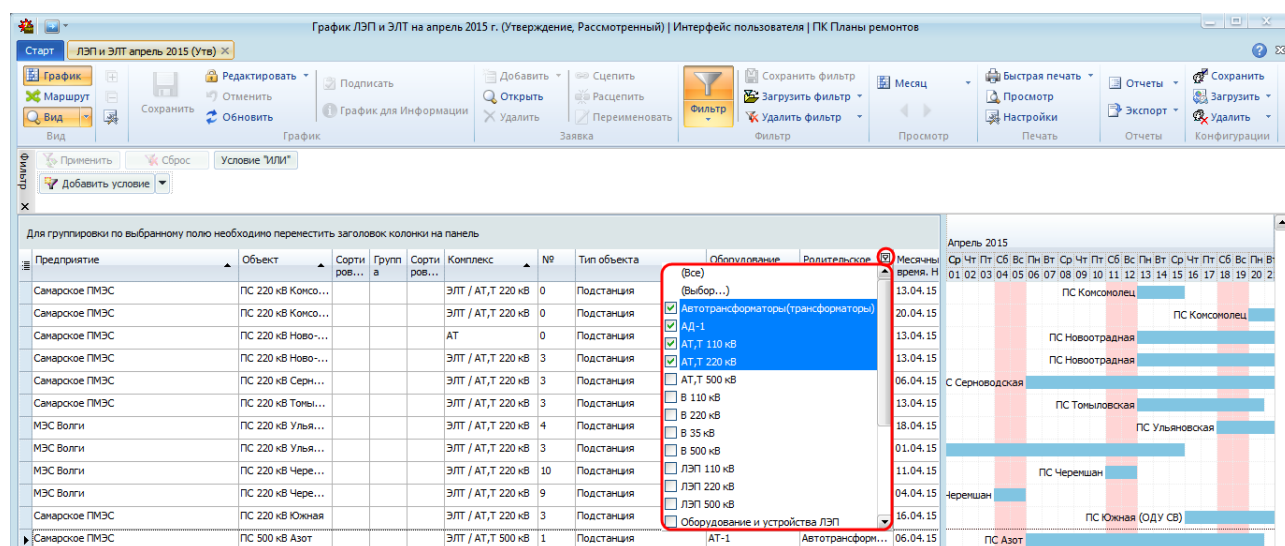

Рисунок 10.3 – Фильтрация данных таблицы
**Фильтрация данных таблицы** по значению столбца осуществляется выбором соответствующего пункта из раскрывающегося списка по кнопке «» на заголовке столбца (Рисунок 10.3).